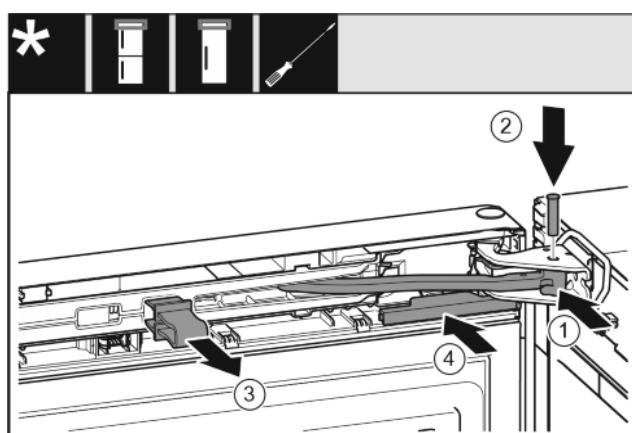

Fig. 39
- ▶ Klíb otočte v ložiskovej konzole. Fig. 39 (1)
- ▶ Do ložiskovej konzoly a klíbu vložte čap. Pritom dbajte na to, aby sa zaistovací doraz nachádzal správne v drážke. Fig. 39 (2)
- ▶ Vyberte pojistku. Fig. 39 (3)
- ▶ Nasuňte kryt. Fig. 39 (4)